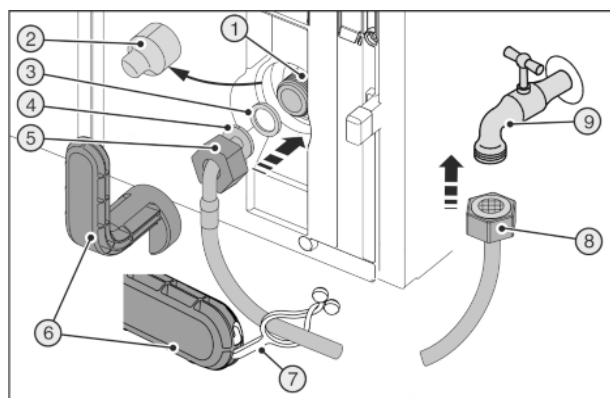
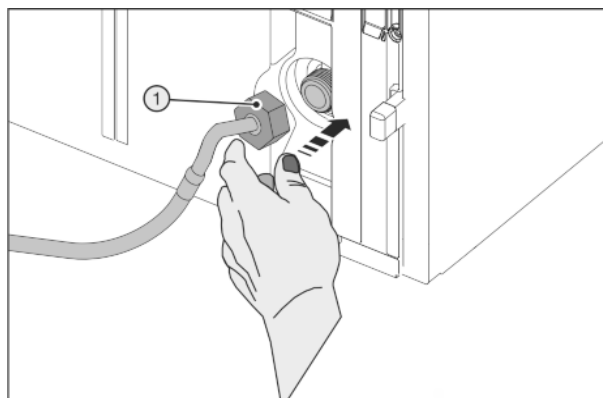

Fig. 28
Fig. 29
Сломанный вспомогательный инструмент Fig. 28 (6)!
- ▶ Вспомогательный инструмент Fig. 28 (6) использовать только при комнатной температуре.
- ▶ Снять крышку Fig. 28 (2).
- ▶ Облегченный монтаж: Выложить прямой конец шланга Fig. 28 (8) влево на землю.
- ▶ До конца сдвинуть гайку Fig. 28 (5) через конец шланга в виде угла Fig. 28 (4) и удерживать.
- ▶ Смочить уплотнение Fig. 28 (3) и вдавить в гайку Fig. 28 (5).
- ▶ Уплотнение Fig. 28 (3) прилегает и слегка поддерживается.
- ▶ Осторожно одеть гайку Fig. 29 (1) и накрутить на резьбу двумя пальцами до обеспечения надежной посадки.
- ▶ Затяните гайку Fig. 29 (1) с помощью вспомогательного инструмента Fig. 28 (6) по часовой стрелке, пока не будет достигнут максимальный момент затяжки и вспомогательный инструмент Fig. 28 (6) начнет прокручиваться.
- ▶ Навинтить гайку Fig. 28 (8) на запорный кран Fig. 28 (9).
- ▶ Затяните гайку Fig. 28 (8) с помощью вспомогательного инструмента Fig. 28 (6) по часовой стрелке, пока не будет достигнут максимальный момент затяжки и вспомогательный инструмент Fig. 28 (6) начнет прокручиваться.
- ▶ Откройте запорный кран Fig. 28 (9) системы подвода воды и проверьте герметичность всей водяной системы.
- ▶ Зацепить накладку Fig. 28 (7) в вспомогательном инструменте Fig. 28 (6) и для хранения закрепить на шланге из высококачественной стали.